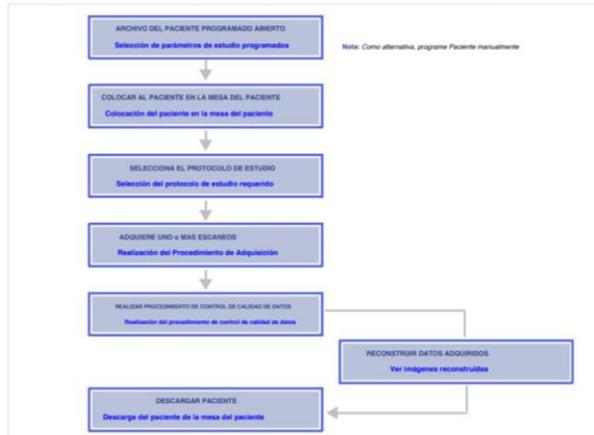

Figura 6-1 Flujo de trabajo clínico
La Figura 6-1 describe el flujo de trabajo clínico requerido para la adquisición de escaneo utilizando el sistema de escáner VERITON.
1. En la Consola del operador, seleccione el paciente requerido de la Lista de pacientes, consulte la Figura 6-1 en la página 6-2.